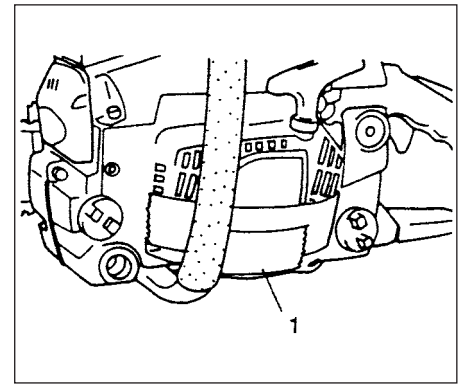

Fig.3-12B
Bei Einsatz in extrem kalter Witterung empfiehlt es sich, die Schlitze unten auf der Zugstarterseite mit Klebeband (1) zu verschließen, damit kein Schnee in das Lüftergehäuse gelangen kann. (Fig.3-12B)